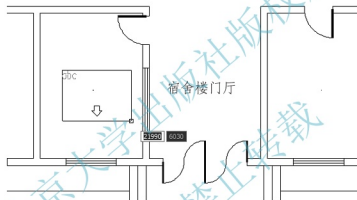

图 3.10 拖出多行文字的矩形窗口
(1) 将【文字】图层设置为当前层。
(2) 单击【绘图】工具栏上的【多行文字】图标 或在命令行输入“T”后按 Enter 键。
① 在指定第一角点：提示下，在宿舍楼底层平面图的“值班室”内单击一点，作为文字框的左上角点。
② 在指定对角点或【高度(H)/对正(J)/行距(L)/旋转(R)/样式(S)/宽度(W)]: 提示下，将光标向右下角拖出矩形框（见图 3.10）后单击，此时打开【文字格式】对话框和文字输入区域。